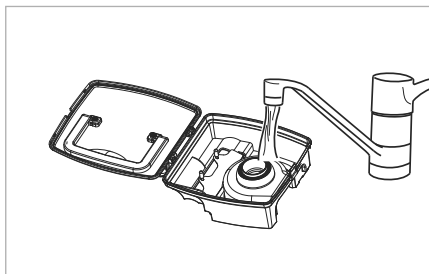

Abb. 12
- 5) Spülen Sie den Staubbehälter **14** mit kaltem oder lauwarmem Wasser aus (siehe Abb. 12). Lassen Sie den Staubbehälter **14** vollständig an der Luft trocknen, bevor Sie ihn wieder in das Gerät einsetzen.